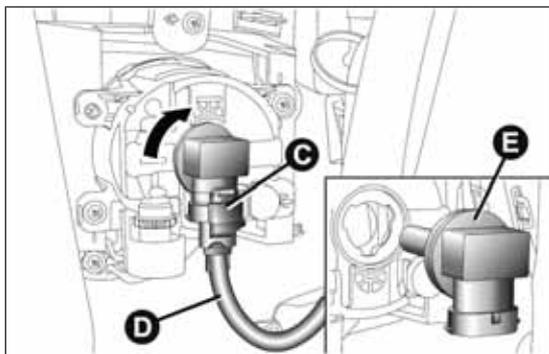

fig. 181
- actuar en la ballestilla C fig. 181 y soltar el conector eléctrico D;